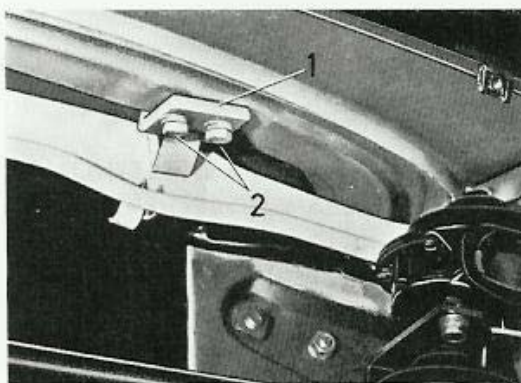
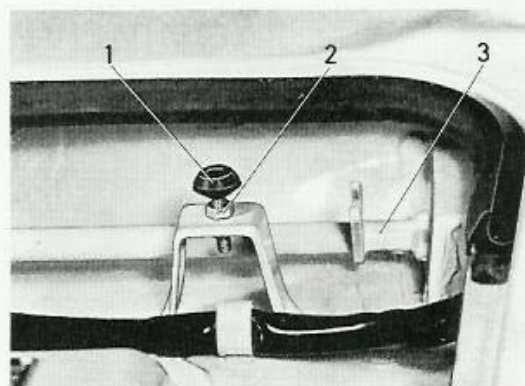

Bild 8. Gångjärn för motorhuv
Bild 9. Huvlås och bakre justering
3. Demontera motorhuvu genom att lossa skruvarna för huvgångjärnen (2 bild 8) från huvu. För att komma åt skruvarna för det högra gångjärnet måste ytterdelen på luftrenaren tas bort.
(1 bild 8), samt i bakkant med chims mellan huvu och låsbyglarna. I bakre kanten finns även justerbara gummistoppar (1 bild 9).
Huvlåset är monterat vid mellanbrädan och manövreras med en spak under instrumentbrädan. Huvu nedspänning justeras dels genom att gummistopparna (1 bild 9) skruvas upp eller ner, dels genom att mellanlägg placeras under låshakarna på motorhuvu. Låsbyglarna är skruvade fast vid motorhuvuens bakre hörn och smörjes med paraffin vid justering.